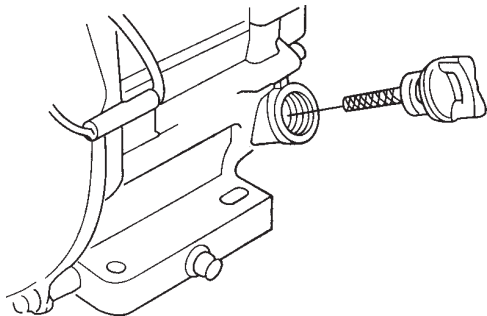

Figura 8. Varilla medidora del aceite del motor (Desmontable)
2. Retire la varilla medidora del orificio para el llenado de aceite del motor (Figura 8) y límpiela.